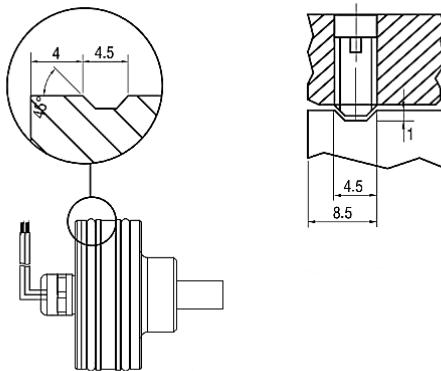

图 2：定位螺钉安装示意图
- 6) 电子仓需要通过定位螺钉 DIN 913 M5x10（平端）进行固定（参考图 2），最大扭矩为 0.5 Nm。